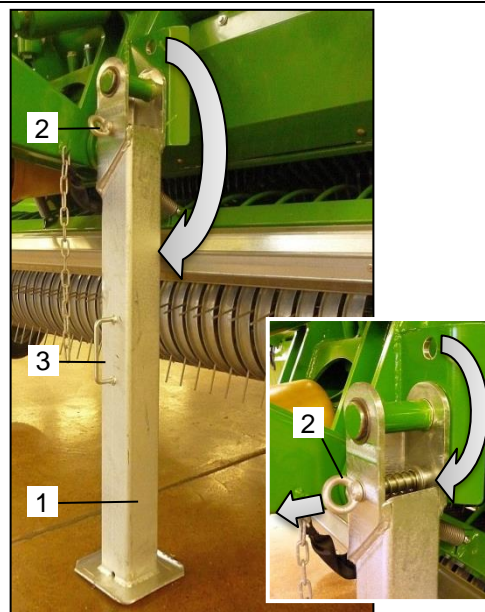

Bild 17: Stützfuß Stützstellung
- Halten Sie den Stützfuß (Bild 17 / Pos.1) am Griff (Bild 17 / Pos.3) fest und ziehen Sie den Rastbolzen (Bild 17 / Pos.2).
- Schwenken Sie den Stützfuß (Bild 17 / Pos.1) ein kleines Stück zur Seite, so dass der Rastbolzen (Bild 17 / Pos.2) nicht wieder einrasten kann und lasse Sie den Rastbolzen (Bild 17 / Pos.2) los.
- Schwenken Sie mit beiden Händen am Griff (Bild 17 / Pos.3) den Stützfuß in die unterste Position bis der Rastbolzen (Bild 17 / Pos.2) eingerastet ist.
- Prüfen Sie, ob der Rastbolzen (Bild 17 / Pos.2) sicher eingerastet ist.